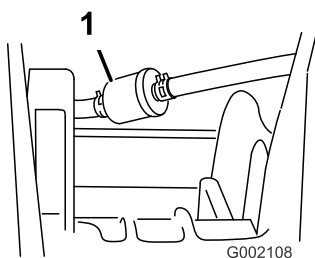

Figure 37
5. Enlevez les fixations du filtre à carburant sur les conduites d'alimentation (Figure 37).